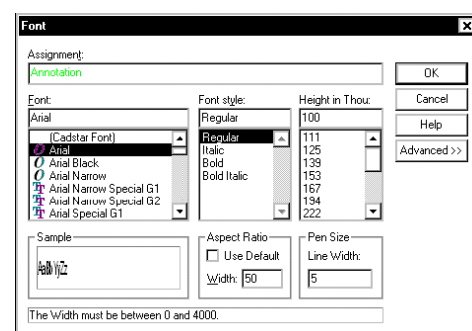

Рис. 17. Настройка TrueType шрифта для стиля текста.
20. В появившемся окне Font прокрутим список Font и выберем шрифт Arial (рис. 17).